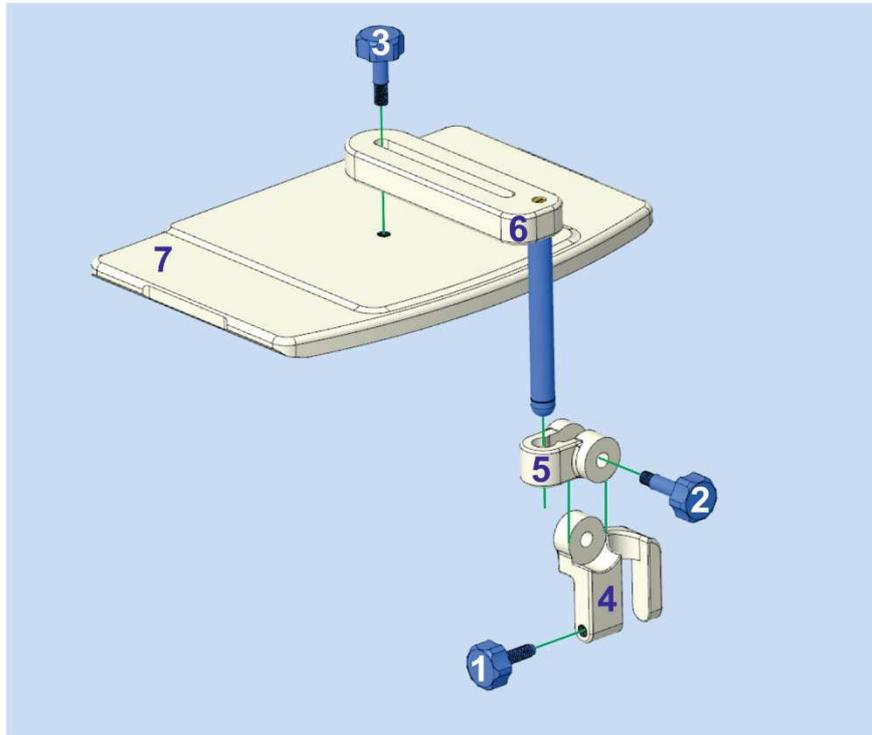

Figura 18: Montaje del soporte de la bobina ER en configuración "HLD Bobina".
- Observe en la figura 18 los detalles de la disposición los componentes.